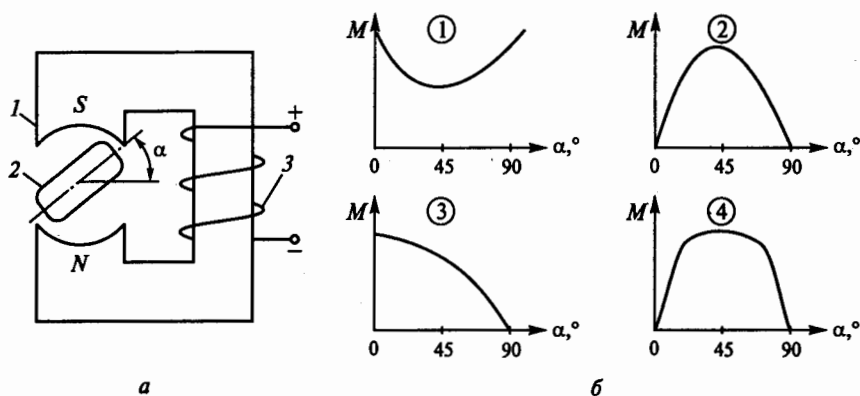

Рис. 63
**2.39.** Показанное на рис. 63, а устройство, состоящее из ферромагнит-
ного сердечника 1, поворотного ферромагнитного якоря 2 и обмотки 3, используется как элемент электромагнитного реле, шагового двигателя и т.п. Какой из четырех графиков на рис. 63, б правильно отображает зависимость момента  $M$ , действующего на якорь, от угла поворота якоря  $\alpha$ ?